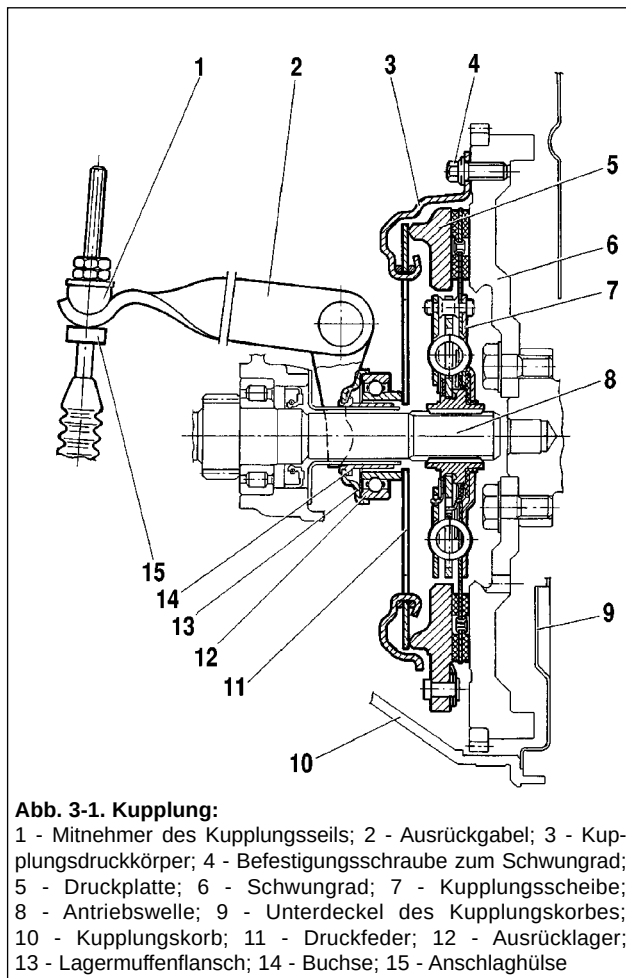

Abb. 3-1. Kupplung:
Es ist eine Einscheibenkupplung mit zentraler Kupplungsdruckfeder 11 (Abb. 3-1). Der Kupplungsdruckkörper 3 wird mit 6 Schrauben 4 an das Schwungrad angeflanscht und durch Federpaket mit der Druckplatte 5 verbunden.
- die Kontermutter 7 festziehen und die Anschlaghülse 15 (Abb. 3-1) bis zum Anschlag in die Ausrückgabel 9 schieben, ohne die Pedalstellung zu ändern.